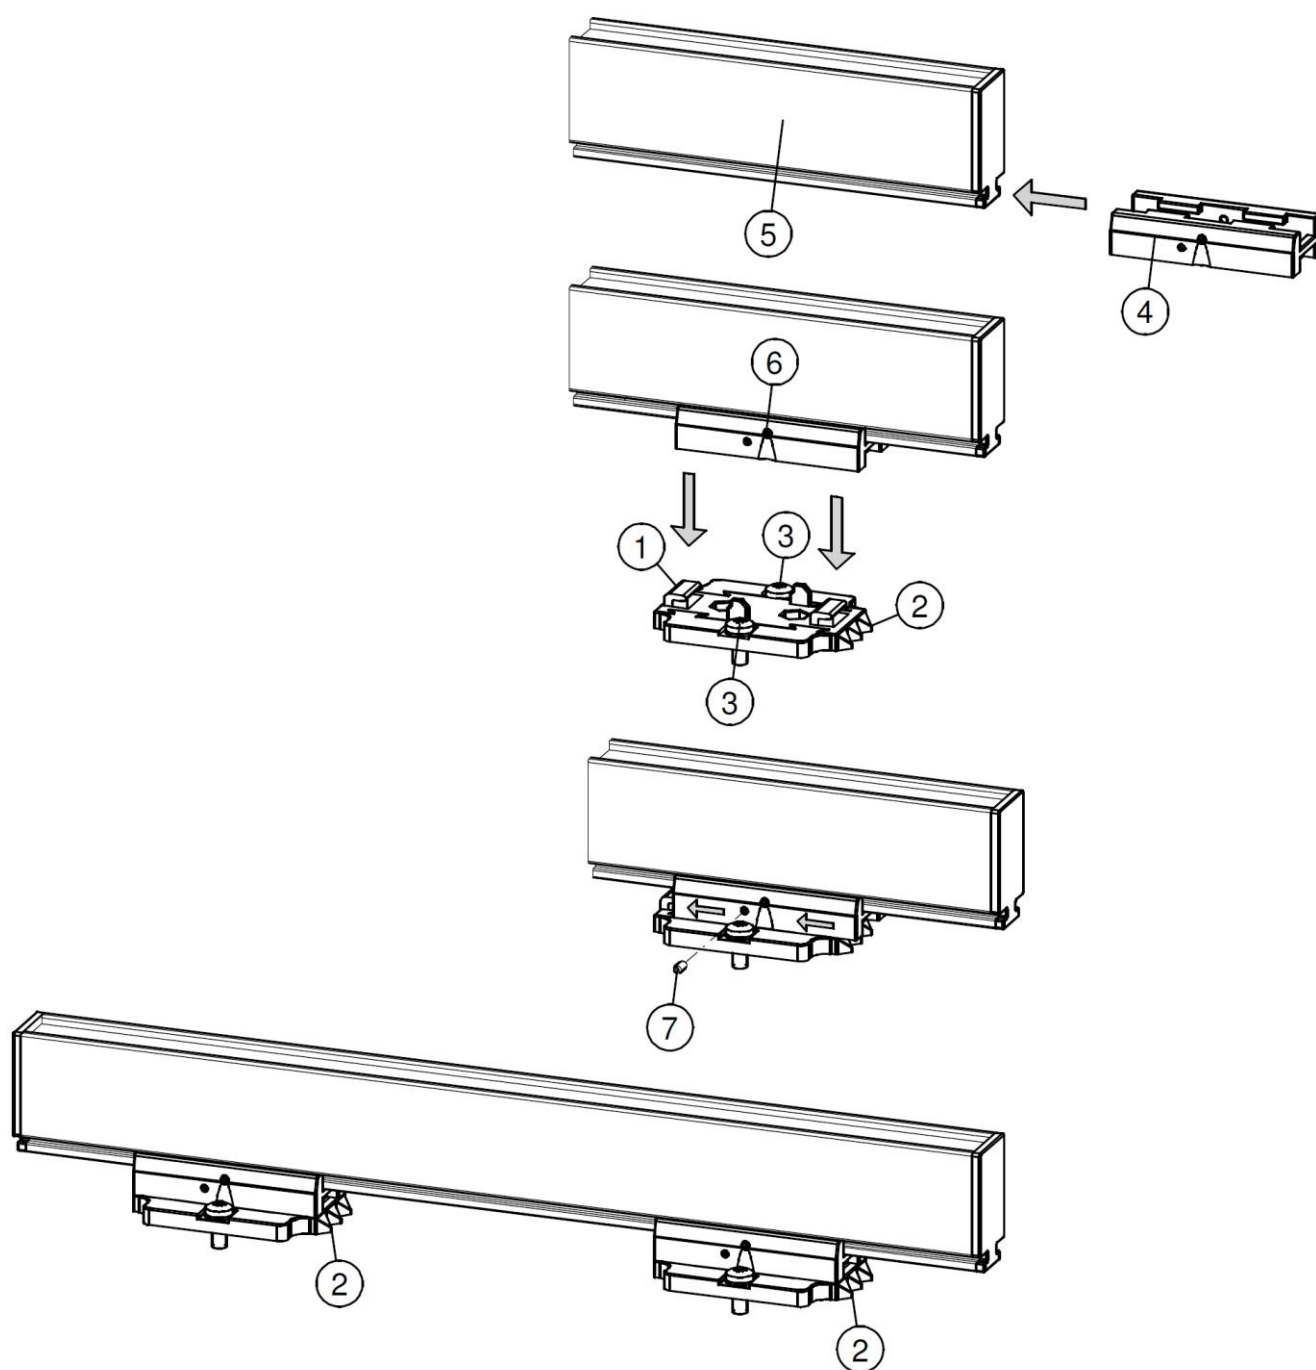

Figure 5 : Fixation de la barre antistatique aux supports de montage (Figures EasION IQ 4.0?)
- Monter les pieds de fixation (1) sur la machine, avec les triangles (2) pointant dans la même direction. Utiliser le matériel de fixation adapté M5 (3) pour le montage.
- Faire glisser les supports (4) sur la barre antistatique. Maintenir le(s) écartement(s) des supports (4) et du pied de montage (1) à la même dimension et bloquer le support (2) avec la vis de réglage (6).
- Bloquer la barre antistatique dans les pieds de fixation en vissant les deux vis de réglage (7) dans les supports. Avec plus de deux supports, il est suffisant de ne bloquer que les deux seuls supports extérieurs.
- Dévisser les vis réglables (n°.6) des supports. (cf. Figure 5).